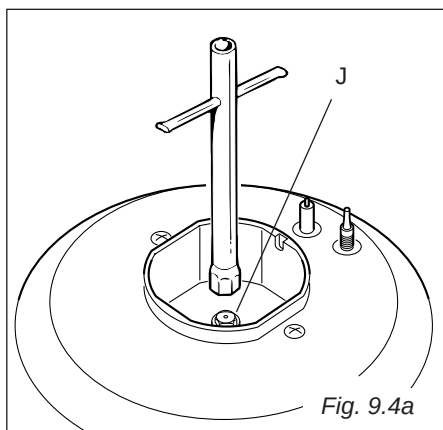

Fig. 9.4a
- A l'aide d'une clé plate, remplacer les injecteurs "J" (Fig. 9.4a - 9.4b) par ceux qui conviennent au gaz que l'on va utiliser (voir tableau des injecteurs).